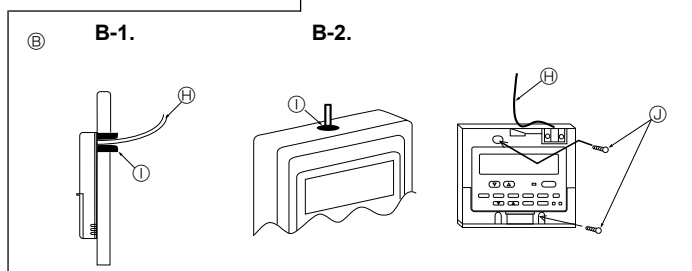

Fig. 6-3
(2) Täta serviceöppningen på fjärrkontrollsladden med fyllningsmassa för att förhindra att dagg, vatten, kackerlackor eller maskar eventuellt tränger in. (Fig. 6-3)